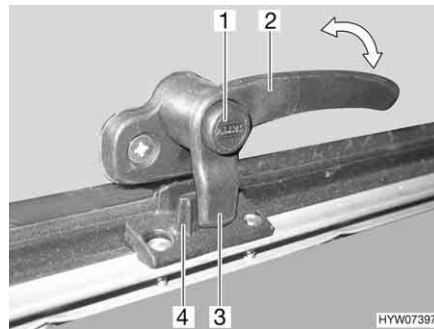
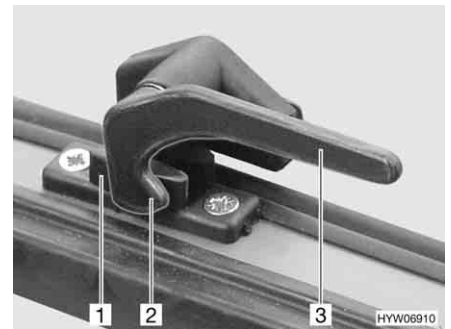

Bild 78 Låsarm med låsknapp i läget "stängd"
Bild 79 Låsarm i läget "stängd"
- Tryck på låsknappen (Bild 78,1) om sådan finns och håll den nedtryckt.
- Sväng låsarmen (Bild 78,2 eller Bild 79,3) ett kvarts varv mot fönstrets mitt.
- Sväng låsarmen (Bild 78,2 eller Bild 79,3) ett kvarts varv mot fönsterkarmen. Låsspaken (Bild 78,3 eller Bild 79,2) på låsarmen sitter helt på fönsterlåsets insida (Bild 78,4 eller Bild 79,1).
- I läget "helt stängt" (Bild 78 och Bild 79)